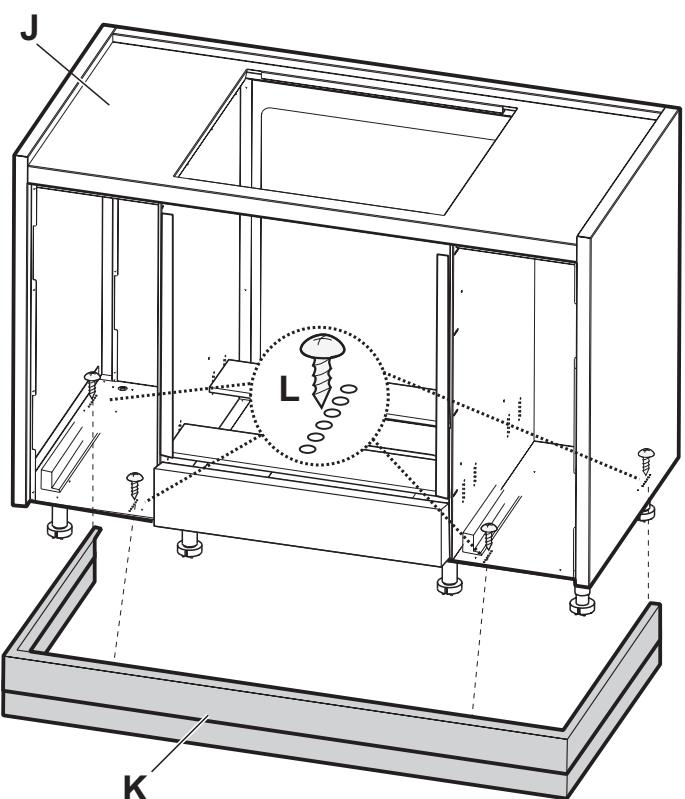

Fig. 5
7. Posizionare la struttura nella zona prescelta e controllare che il piano di lavoro **J** sia perfettamente in piano (eventualmente regolare i piedini **F**). **Fig. 5**.
8. Fissare il raccordo **K** alla struttura con 4 viti (il raccordo può essere fissato con varie profondità in base alla necessità, a questo scopo sono forniti più serie di fori **L** per il fissaggio). **Fig. 5**.